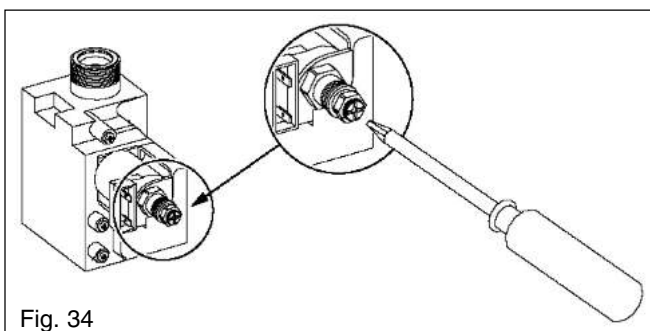

Fig. 34
7.3.2 SETTING THE MINIMUM BURNER PRESSURE fig. 34